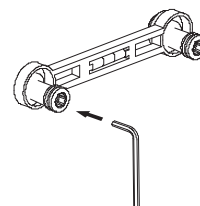

Figura 3
c) Asegúrese de que los 2 conectores curvos se instalan de forma totalmente recta en la pared. La distancia central entre los 2 conectores curvos es de 150±8mm. Utilice el nivel de burbuja (12) para asegurarse de que la línea central permanece horizontal (Figura 3).